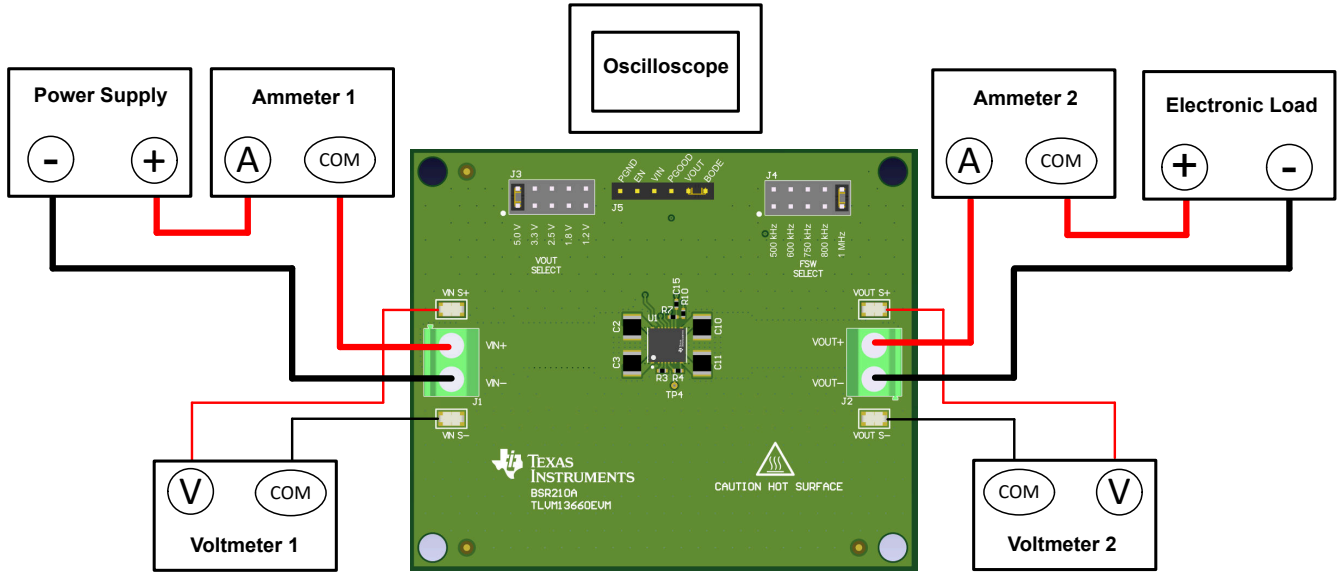

图 4-1. EVM 测试设置
参考表 4-1 中描述的 EVM 接头，使用图 4-1 中推荐的测试装置评估 TLVM13660。在提供 ESD 保护的工作站上工作时，请确保在为 EVM 加电之前已连接所有腕带、靴带或垫子，从而将用户接地。
- 在连接直流输入源之前，将输入电源的电流限制设置为最大 0.1A。确保输入源最初设置为 0V 并连接到  $V_{IN+}$  和  $V_{IN-}$  连接点，如图 4-1 所示。
- 将电子负载连接到  $V_{OUT+}$  和  $V_{OUT-}$  连接，如图 4-1 所示。在施加输入电压之前，将负载设置为恒阻模式或恒流模式，电流为 0A。